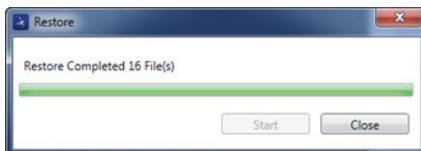

Figura 6-36 La finestra di dialogo Restore (completa)
6. Quando è stata completata l'intera procedura di ripristino, cliccare su **Close** (chiudi) [vedere Figura 6-36 a pagina 356].